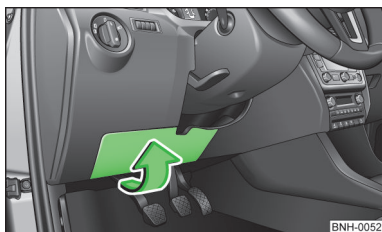

Fig. 163
- Scoateți clema de plastic din suportul ei aflat pe capacul cutiei cu siguranțe » fig. 163 la pagina 193, fixați-o pe siguranța vizată și extrageți siguranța.
- > Extrageți capacul în sensul săgeții » fig. 163.